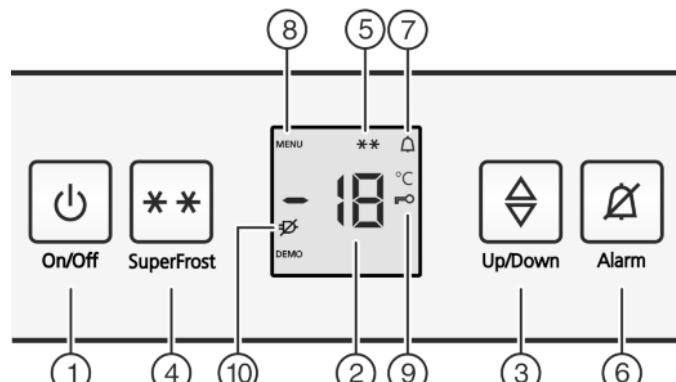

Fig. 2
- Taste On/Off Fig. 2 (1) drücken.
- Einstellmodus aktivieren: Taste SuperFrost Fig. 2 (4) ca. 5 Sekunden drücken.
- ▷ In der Anzeige wird das Symbol Menu Fig. 2 (8) angezeigt.
- Mit der Taste SuperFrost Fig. 2 (4) kurz bestätigen.
- ▷ Das Symbol Kindersicherung Fig. 2 (9) leuchtet in der Anzeige.
- Die Taste On/Off Fig. 2 (1) kurz drücken.
- ▷ Das Symbol Kindersicherung Fig. 2 (9) erlischt.
- Taste Alarm Fig. 2 (6) drücken.
Gleichzeitig blinkt die Temperaturanzeige und das Symbol Alarm Fig. 2 (7).
Der Tonwarner verstummt automatisch, das Symbol Alarm Fig. 2 (7) geht aus und die Temperaturanzeige hört auf zu blinken, wenn die Temperatur wieder ausreichend kalt ist.